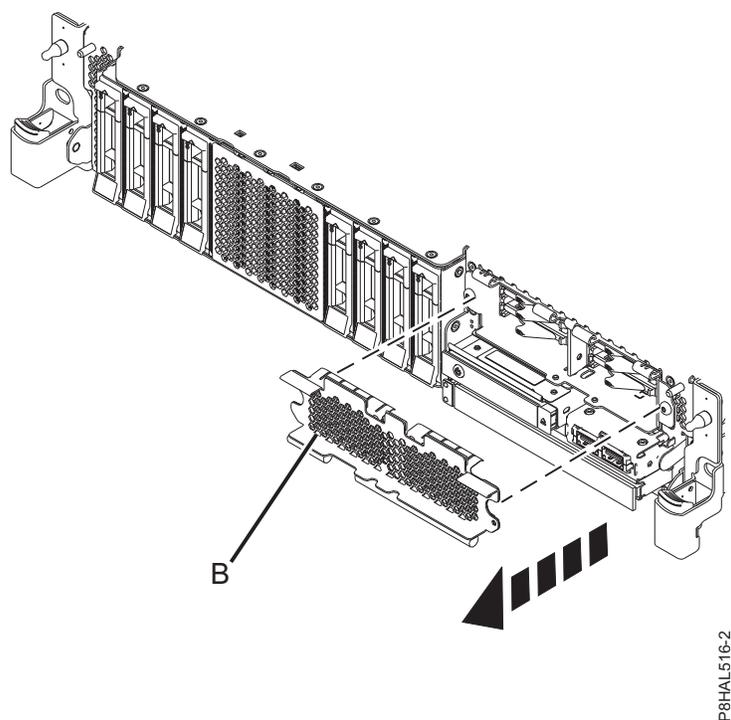

図 64. 拡張機能 システム内の SSD スロットにアクセスするための SSD ケージ・カバーの取り外し
12. SSD スロットにアクセスするために、図 64 に示すように SSD ケージを覆っている穴開きプレート (B) を取り外します。